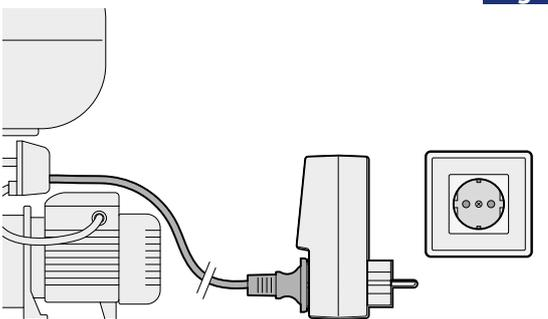

Fig. 4
- Insérez l'appareil EP dans la prise de courant (**Fig. 4**) et démarrez la procédure d'auto-apprentissage (voir manuel d'instructions).